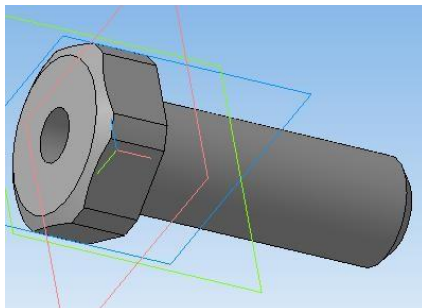

Рис. 1
**Задание.** Выполнить модель детали с использованием чертежа из библиотеки (рис. 1).